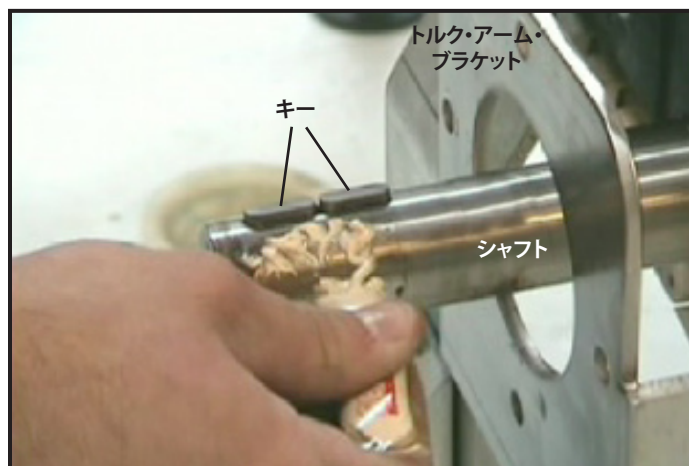

図35: 焼き付け防止剤の塗布
- 駆動シャフトの外側には、十分な量の焼き付け防止剤を塗布します(図35)。
- 駆動シャフト上でキーがきちんと配置されていることを確認します(図35)。